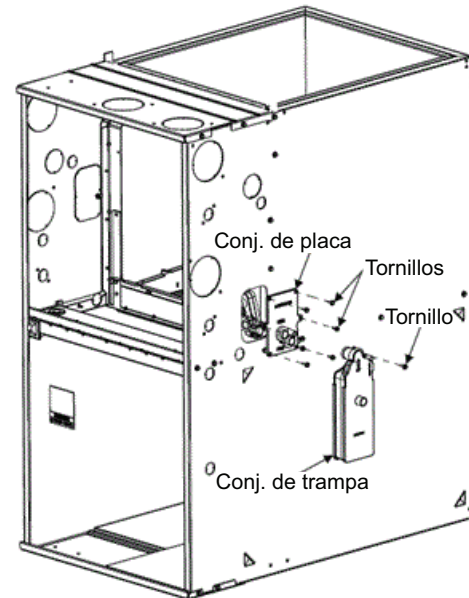

Fig. 15 – Drenaje de condensado del flujo ascendente
2. Atornille la placa adaptadora al adaptador de la trampa con el tornillo proporcionado, consulte Fig. 15.
3. Atornille la placa adaptadora a un lado de la carcasa con seis (6) de los tornillos de lámina metálica suministrados, consulte Fig. 15. Se recomienda perforar orificios guía para alinear mejor la placa con la abertura del agujero prepunzonado.
4. Atornille la trampa a la placa adaptadora con el tornillo proporcionado, consulte Fig. 15.
2. Atornille la placa adaptadora a un lado de la carcasa con seis (6) de los tornillos de lámina metálica suministrados, consulte Fig. 15.